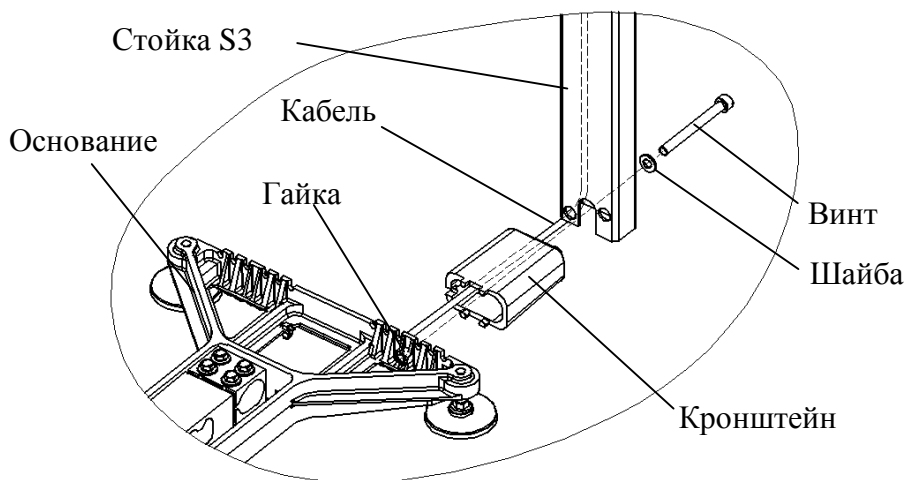

Рисунок 6.3 - Крепление прямоугольной стойки к основанию весовой платформы ТВ-S\_A
- обязательно протянуть кабель весовой платформы через кронштейн и стойку (см. рис.6.3);